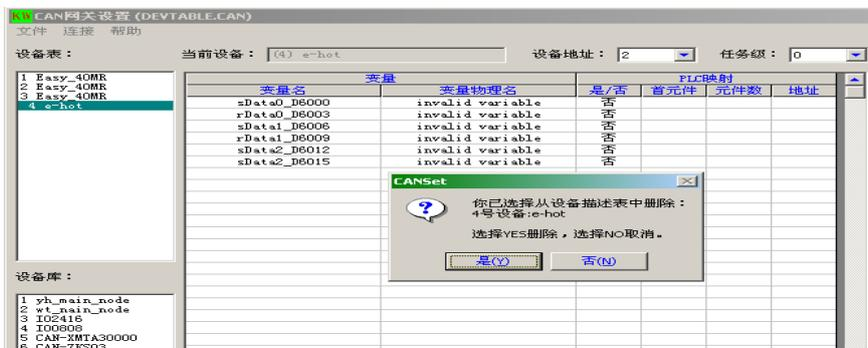

图 10-4
- 在设备表中选中要删除的设备 → 击右键 → 选删除 → 是 (如图 10-4)。